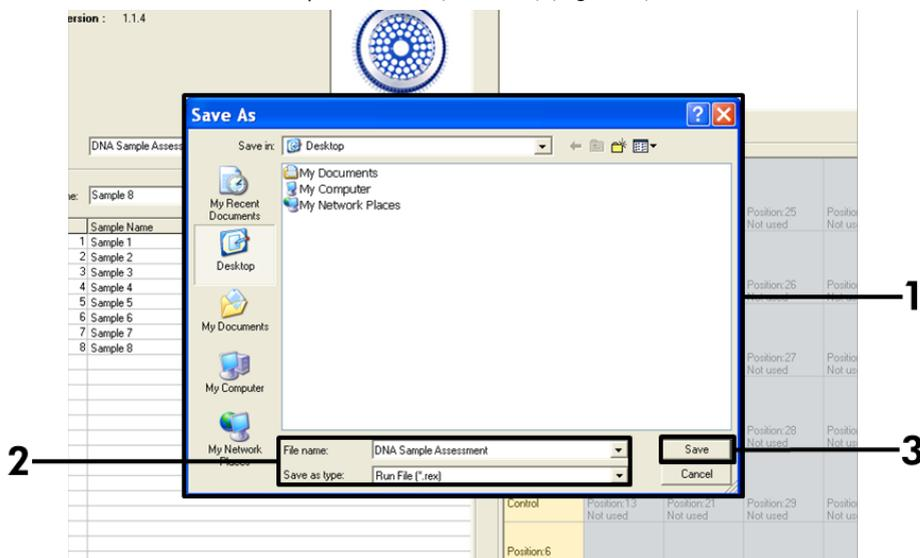

Figura 7. Guardar o ficheiro da execução. 1 = janela "Save As" (Guardar como); 2 = nome do ficheiro e guardar como ficheiro do tipo *.rex; 3 = "Save" (Guardar).
19. Aparece uma janela "Save As" (Guardar como). Selecione um nome de ficheiro apropriado e guarde a execução da PCR como um ficheiro de execução *.rex na localização selecionada. Clique em Save (Guardar) (Figura 7).